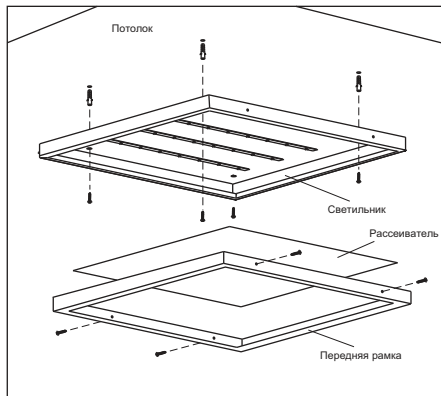

Рисунок 1
- фаза (L) – коричневый провод;
- нейтраль (N) – синий провод;
- защитный проводник (PE) – жёлто-зелёный провод.
– накладной монтаж производить непосредственно на поверхность потолка с креплением светильника через отверстия в корпусе (рисунок 1).